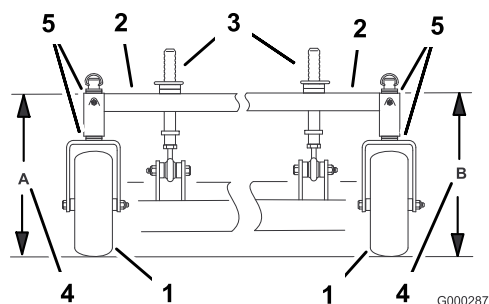

Figure 58
- Mesurez la hauteur du bâti porteur au point **A** (Figure 58).
- Mesurez la hauteur du bâti porteur au point **B** (Figure 58).